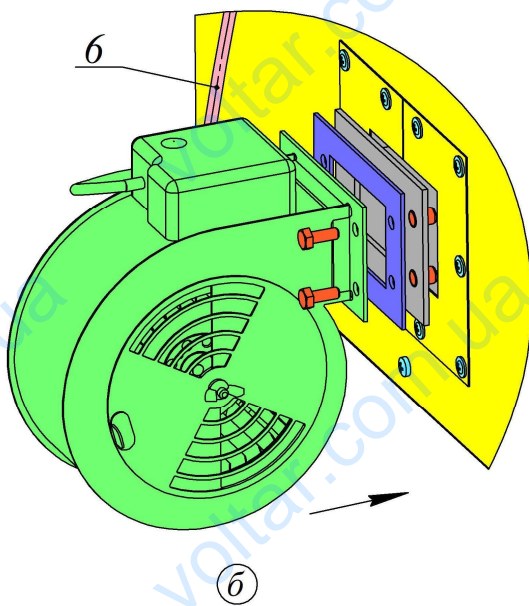

Рис.9. Монтаж вентилятора:
6.7.2. Вентилятор (для котлов моделей ТЕ и ТНЕ) в транспортном положении находится в топке котла. Монтаж вентилятора необходимо проводить в соответствии с рис.9а (для котлов мощностью 12,5 и 16 кВт) та 9б (для котлов мощностью 20, 27, 35, 50 и 80 кВт). Подключение электропроводов необходимо проводить в соответствии с рис.10б. Предварительно необходимо снять крышку клемного блока вентилятора (см. рис.10а), а после подключения всех проводов, установить ее на место.